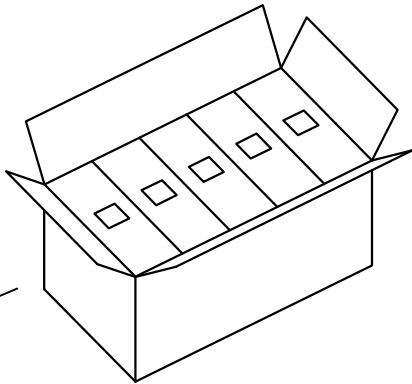

图4 外箱
- 3: 如图4, 每外箱装10内盒, 数量为10X (5X500pcs)。